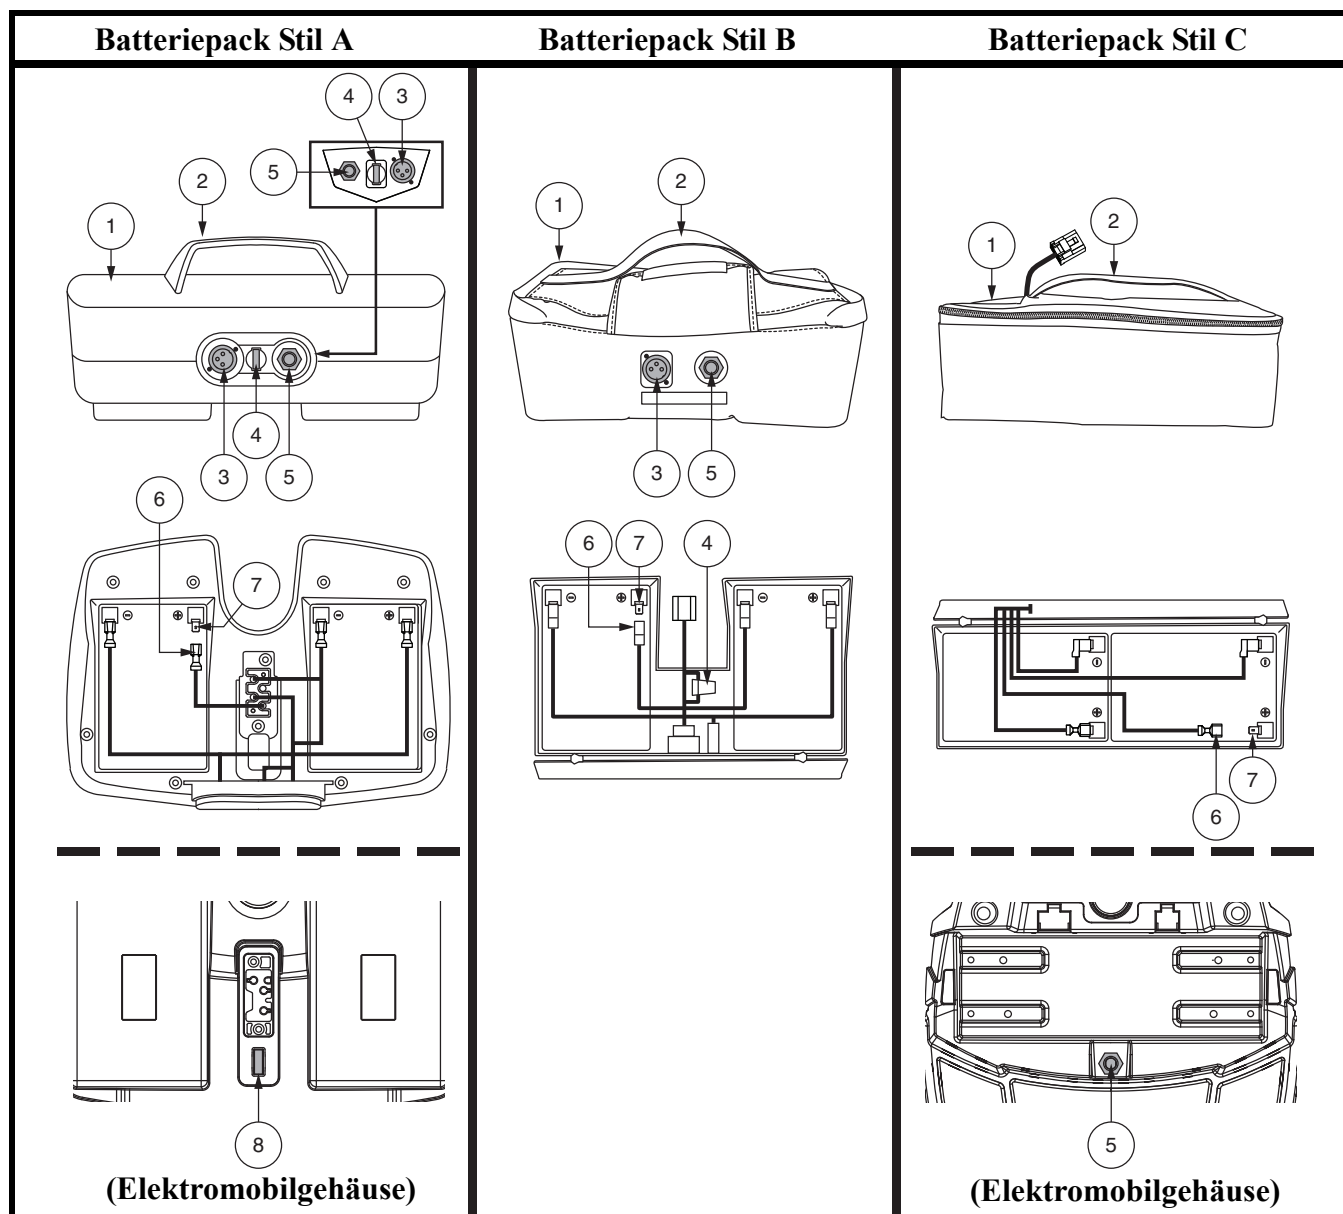

Abb. 6. Batteriepack
Bei einer zu niedrigen Batteriespannung oder bei der Überlastung des Elektromobils durch schwere Last oder zu große Steigungen, ist ein Auslösen der Hauptunterbrecher möglich, um Motor und Elektronik vor Schäden zu schützen. **Siehe Abb. 6.**
Ihr Elektromobil ist mit einem leicht herausnehmbaren, innovativen Batteriepack versehen. Das Batteriepack kann mittels eines auf dem Deckel befindlichen Griffes aus dem Elektromobil mit einer Hand leicht herausgehoben werden. Das Batteriepack umfasst zwei wiederaufladbare Batterien und eventuell den Batterieladegerätstecker, den Hauptunterbrecher (Rücksetzschalter) und die Batteriepacksicherung. Siehe Abb. 6.
Die Sicherung befindet sich unter dem Batteriepack und schützt die Elektronik der Lenkerkonsole. **Siehe Abb. 6.** Im Fall, dass ein Gerät der Lenkerkonsole nicht reagiert, überprüfen Sie die Sicherung. Folgen Sie den Anweisungen in VIII. „Fehlersuche“ für den Austausch der Sicherung.
- Kontrollieren Sie, dass die Sicherung nicht ausgelöst ist. **Siehe Abb. 6 oder 7.**